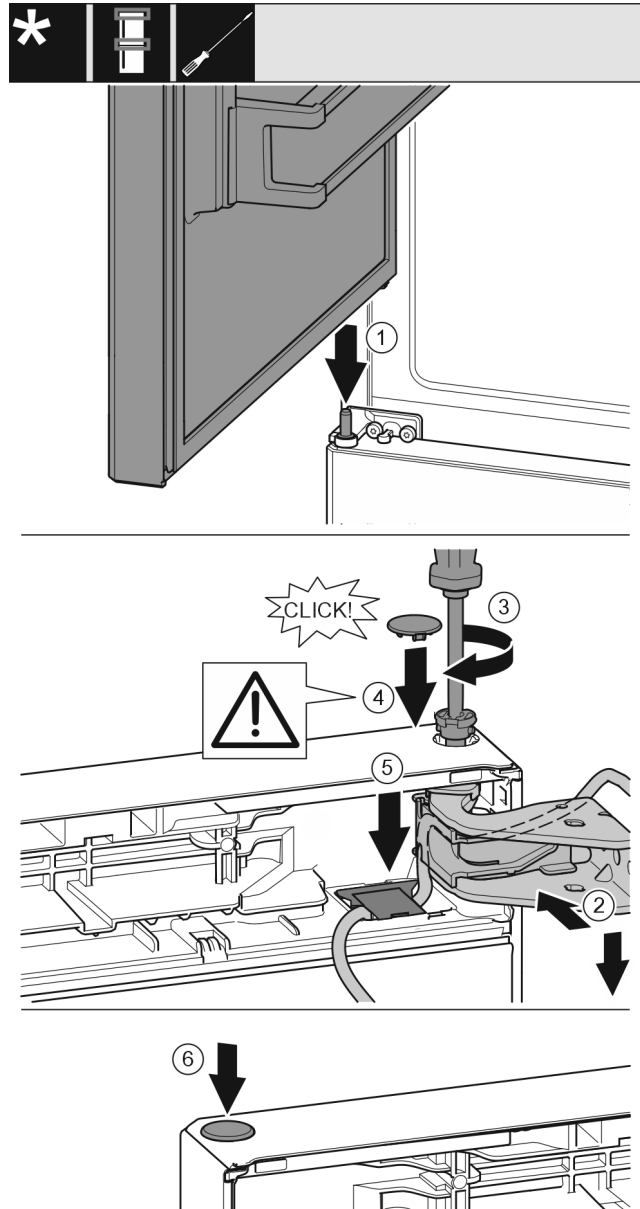

Fig. 42
- ▶ Uzlieciet augšējās durvis uz vidējā gultņa balsta. Fig. 42 (1)
- ▶ Nolīmeņojiet durvju augšdaļu pret atveri gultņa balstā. Fig. 42 (2)
- ▶ Ievietojiet tapu un pieskrūvējiet ar skrūvgriezi T15. Fig. 42 (3)
- ▶ Uzmontējiet aiztura pārsegu, lai nostiprinātu durvis: ievietojiet aiztura pārsegu un pārbaudiet, vai tas balstās uz durvīm. Ievietojiet pilnīgi tapu pretējā gadījumā. Fig. 42 (4)
- ▶ Ievietojiet pārsegu un spiediet uz leju, līdz tas nofiksējas. Fig. 42 (5)
- ▶ Ievietojiet aizbāzni. Fig. 42 (6)